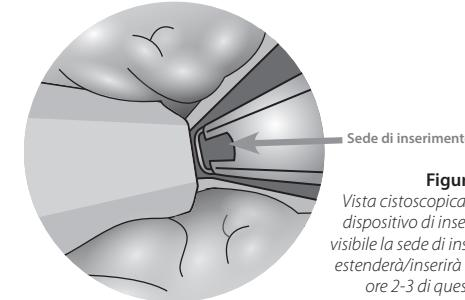

Figura 4
- Posizionare il dispositivo di inserimento UroLift in modo che la sede di inserimento (**Figura 4**) sia a contatto con il lobo prostatico interessato in direzione laterale.